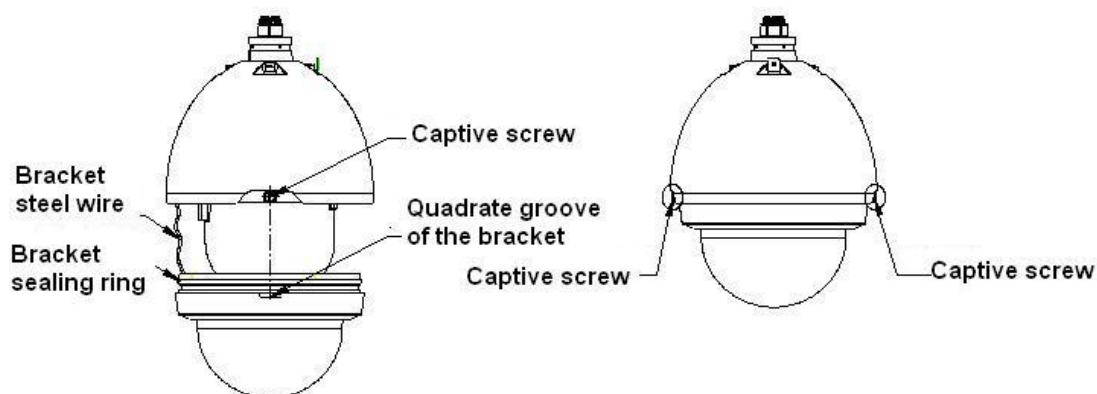

Рисунок 1-3
- b. Совместите невыпадающие винты с прямоугольной выемкой в кронштейне и затем вставьте кронштейн во внутреннюю оболочку. Затяните эти два невыпадающих винта. Смотрите Рисунок 1-3.